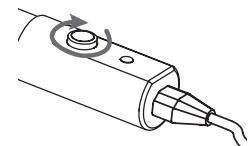

Fig.9
- Drehen Sie den Thermostatkopf im Uhrzeigersinn, bis die höchste Stellung erreicht ist [Abb. 9].